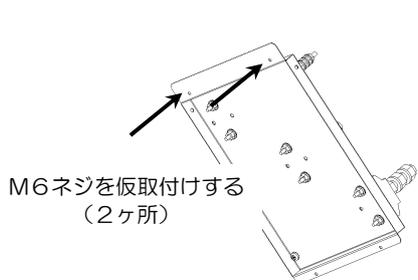

図 3-1 M6ネジ仮取付け
- ① ターミナルブロックの端子のついていない背面よりM6ネジ（付属品）を2ヶ所に仮締めします（図3-1 参照）。